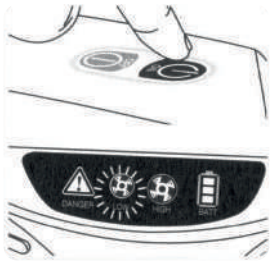

fig.71
- 1-Mantenga presionado el botón ON (color verde) hasta que el motor comience a funcionar: se encienden todos los indicadores y se activa la alarma (sonora y vibrante) (fig.71).